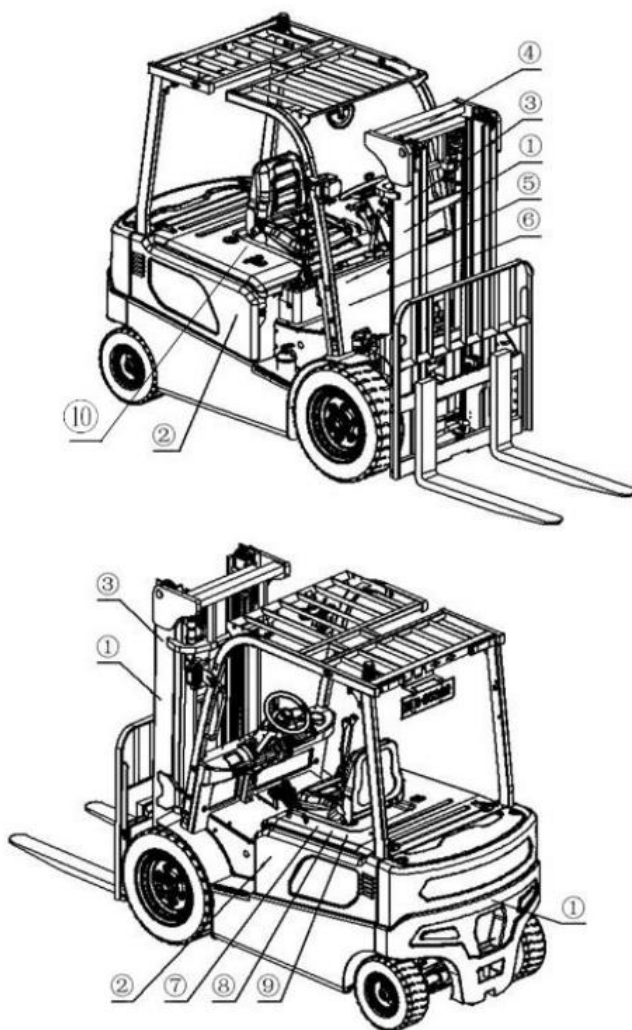

Рис.1-3. Схема размещения наклеек на вилочном погрузчике.
(1) Схема расположения наклеек показана на Рис. 1-3.
(2) Содержание наклеек.
- На Рис. 1-3, поз. (1), показан логотип изготовителя;
- На Рис. 1-3, поз. (2), показана грузоподъемность в тоннах (пример);
- На Рис. 1-3, поз. (3), около вил показано предупреждение об опасности;
- На Рис. 1-3, поз. (4), показано предупреждение о зажатии пальцев;
- На Рис. 1-3, поз. (5), имеется табличка общей грузоподъемности;
- На Рис. 1-3, поз. (6), имеется общая заводская табличка;
● На Рис. 1-3, поз. (7), имеется наклейка с напоминанием общих правил техники безопасности;
● На Рис. 1-3, поз. (8), имеется наклейка с инструкцией по использованию зарядного устройства;
● На Рис. 1-3, поз. (9), имеется наклейка с инструкцией по использованию аккумуляторной батареи;
- На Рис. 1-3, поз. (10), имеется наклейка по использованию ремня безопасности;